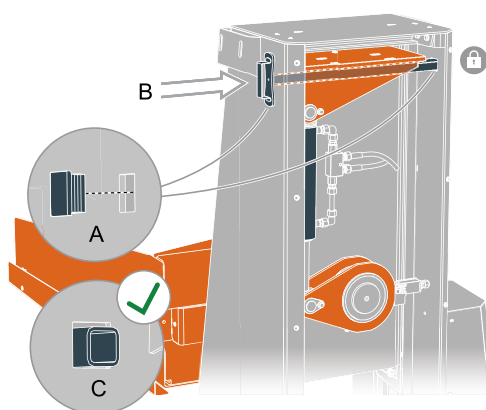

Figure 13 Blocage du porteur de charge en position d'entretien
2. Retirez les caches en plastique qui bouchent les ouvertures de chaque côté du mât. Voir figure 13.
4. Remplacez les caches en plastique pour boucher les ouvertures de chaque côté du mât. Voir figure 13.